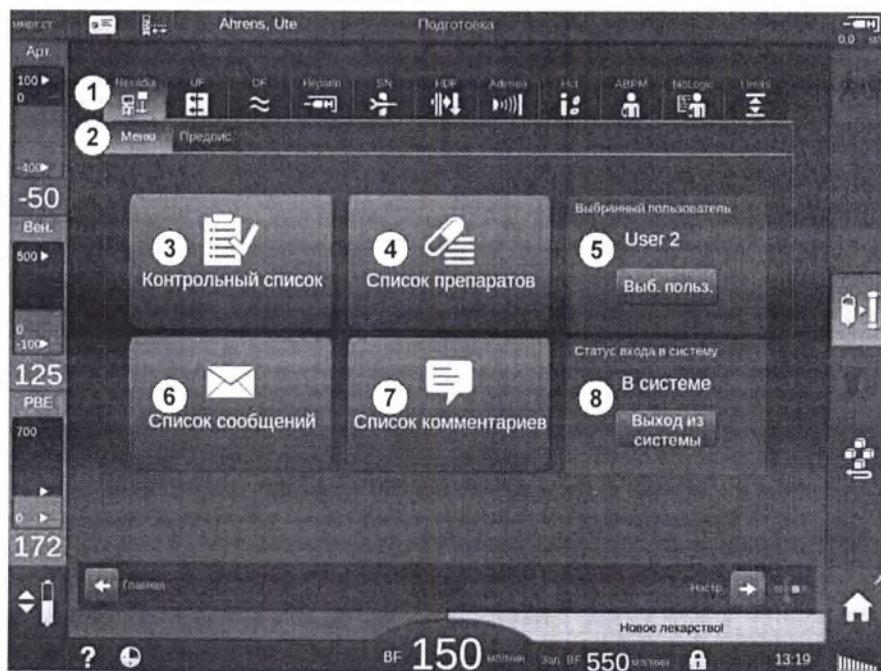

Рис. 11-30 Меню Nexadia на экране *Ввод*
При использовании Nexadia аппарат может отправлять информацию на сервер данных (например, сообщения, комментарии и списки) и/или получать ее от него. Также здесь находится выбор пользователя. Эти функции обрабатываются в меню Nexadia. Это меню открывается при касании значка *Nexadia* (Рис. 11-30, ①) и нажатии кнопки *Меню* ② на экране *Ввод*.